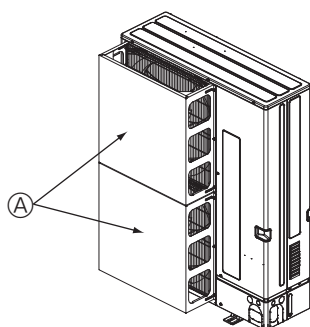
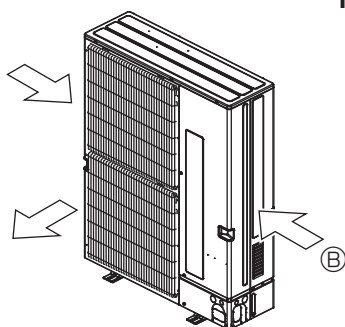

Fig. 2-4
Fig. 2-5
- ② Installer un guidage d'air optionnel si l'appareil est placé dans un endroit où les vents violents d'un typhon par exemple pourraient s'engouffrer directement dans la sortie d'air. (Fig. 2-4)
- ④ Guidage d'air
- ③ Placer l'appareil de sorte que la sortie d'air souffle dans la direction perpendiculaire à celle des vents saisonniers, si celle-ci est connue. (Fig. 2-5)
- ⑤ Sens du vent